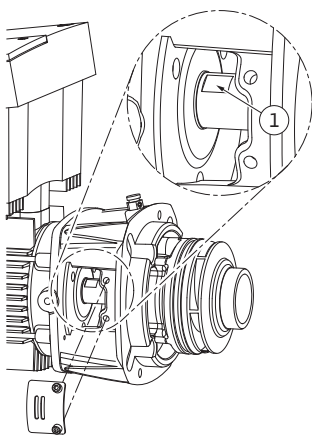

Fig. 54: 轴上的扳手表面
15. 将一把最好对边宽 22 mm 的套筒扳手插入联接架窗口，并将轴固定在扳手表面 (Fig. 54, 位置 1)。旋出叶轮螺母 (Fig. 7, 位置 15)。叶轮 (Fig. 7, 位置 16) 从轴上被自动拔下。
24. 在安装叶轮时，将一个可选扳手宽度 22 mm 的套筒扳手插入联接架窗口，并将轴固定在扳手表面（Fig. 54，位置 1）。